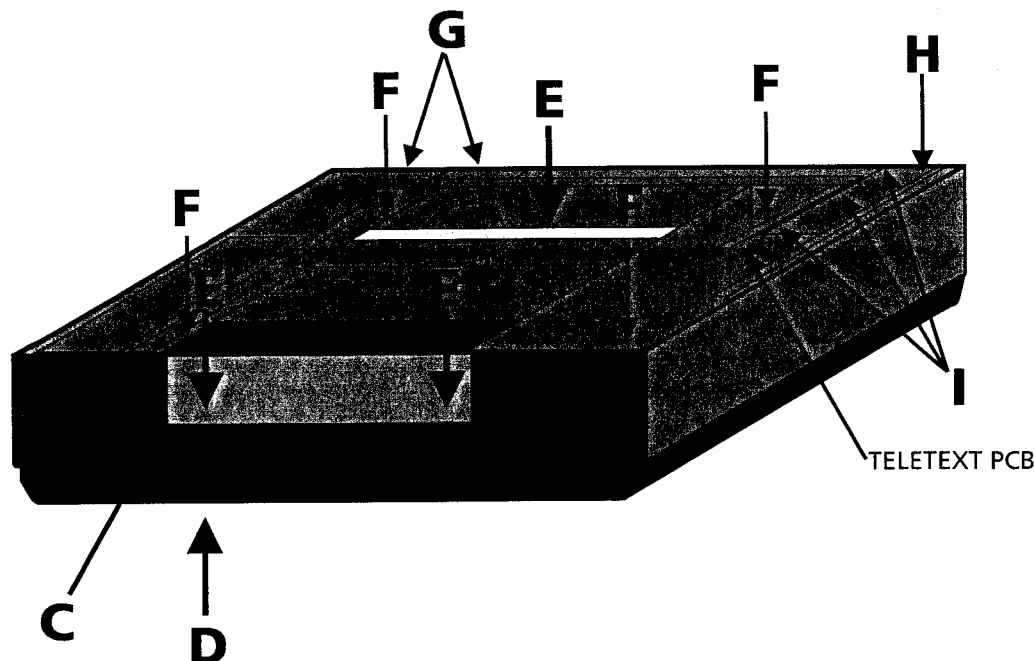

Fig. 3
**4. Main chassis with tape deck (fig. 3)**
**4. Hauptaufbauplatte mit Cassettendeck (Abb. 3)**
**4. Châssis principal et platine (fig. 3)**
### 5. Tape deck (fig. 3)
### 5. Cassettendeck (Abb. 3)
### 5. Platine (fig. 3)